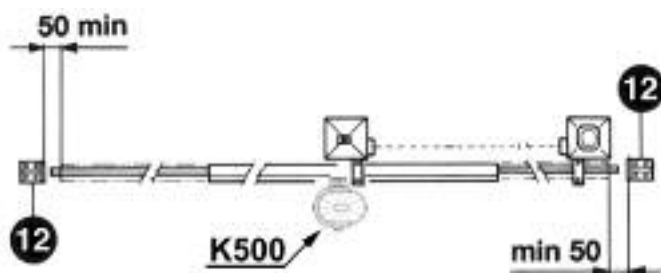

Fig. 2
- Outre les fins de course présents sur l'opérateur, il est nécessaire d'installer des butées mécaniques fixes à l'extrémité de chaque course de sorte à arrêter le portail en cas de dysfonctionnement des fins de course électriques. Pour cela, les butées mécaniques doivent être dimensionnées de sorte à supporter la poussée statique du moteur ajoutée à l'énergie cinétique du portail (12) (Fig.2).